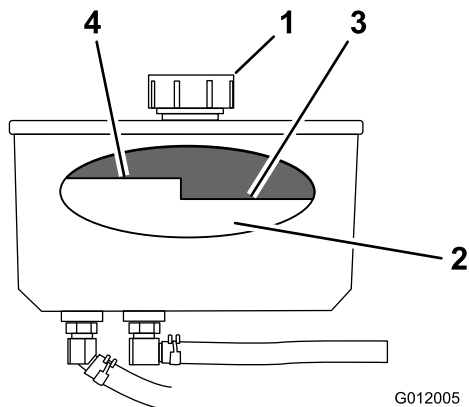

Figure 71
- Nettoyez la surface autour du bouchon et du goulot de remplissage du réservoir hydraulique (Figure 71).
- Enlevez le bouchon du goulot de remplissage (Figure 71).
Remarque: Lorsque l'huile est chaude, le niveau de liquide doit être en dessous du repère « à chaud » sur le déflecteur (Figure 71).